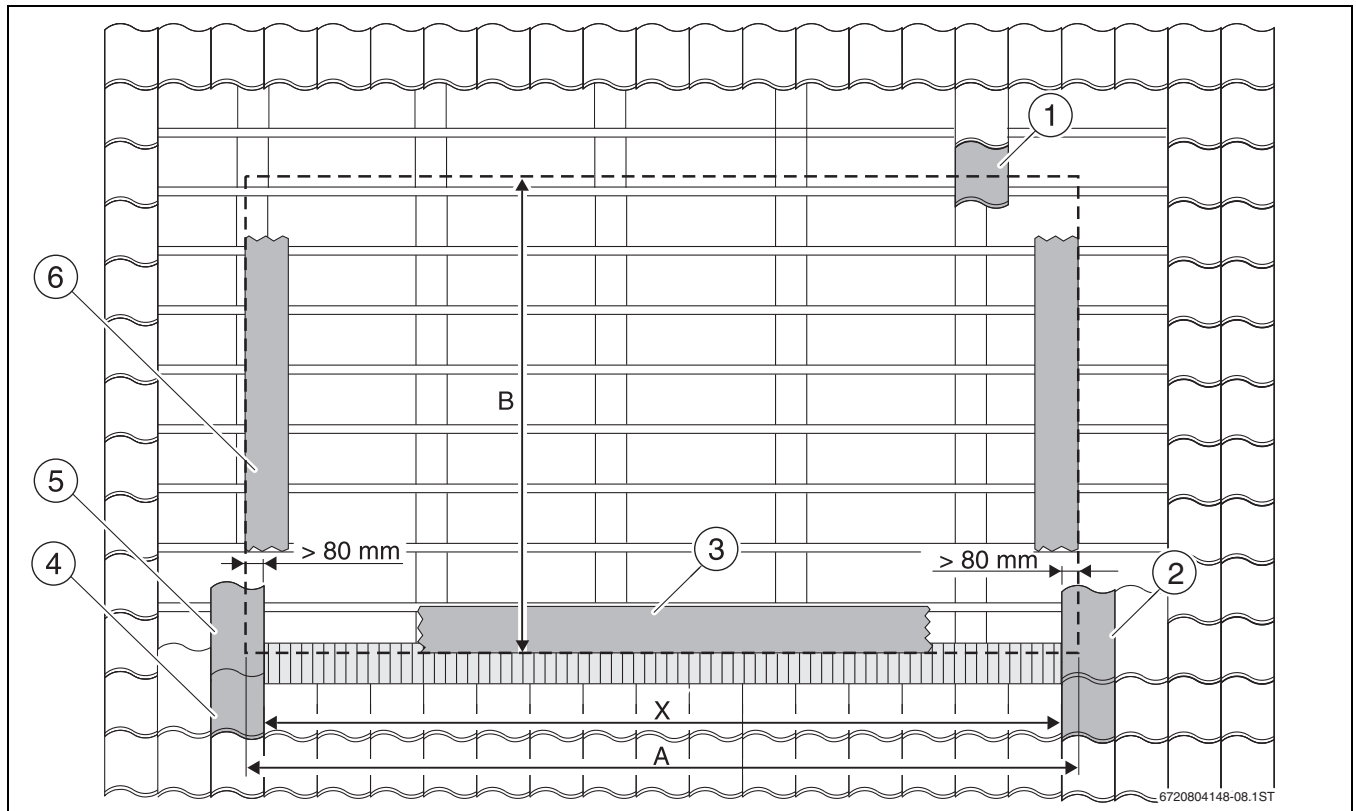

Рис. 19 Расположение поля коллекторов
- ▶ Определите левый ряд черепицы и отметьте расстояние X (→ рис. 19, [5]).
- ▶ Определите правый ряд черепицы (→ рис. 19, [2]), который позднее при необходимости нужно будет обрезать.
- ▶ С учётом размера В определите нижний ряд черепицы (→ рис. 19, [4]).
- ▶ Определите верхний ряд черепицы (→ рис. 19, [1]), который позднее при необходимости нужно будет обрезать.